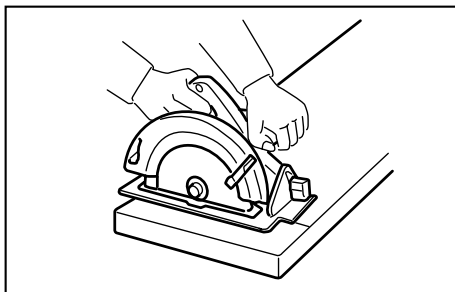
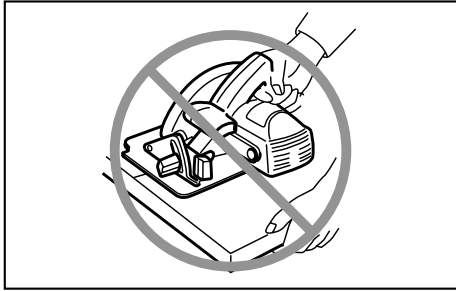

Fig. 5
Fig. 6
16. **Ponga la porción más ancha de la base de la sierra en la parte de la pieza de trabajo que esté solidamente apoyada, no en la sección que caerá cuando se haga el corte.** Como ejemplos, la Fig. 5 muestra la forma CORRECTA de cortar el extremo de un tablero, y la Fig. 6 la forma INCORRECTA. Si la pieza de trabajo es corta o pequeña, amordácela. ¡NO INTENTE SUJETAR PIEZAS PEQUEÑAS CON LA MANO!